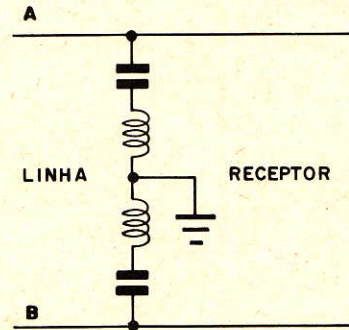

Figura 4
- indutância — os dois centelhadores poderão ser ligados à terra através de bobinas, de acordo com a figura 4; a descarga de um dos centelhadores induz na outra bobina uma tensão que apressa a descarga do segundo centelhador; com isto são reduzidos os choques acústicos.